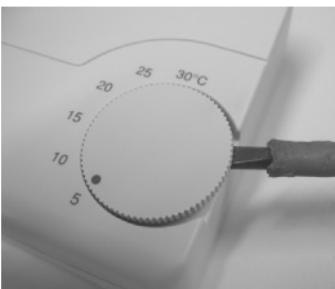

Bild 2
- Hebeln Sie vorsichtig (z.B. mit einem Schraubendreher) den Drehknopf an und ziehen Sie diesen nach oben hin vorsichtig ab (siehe Bild 2).